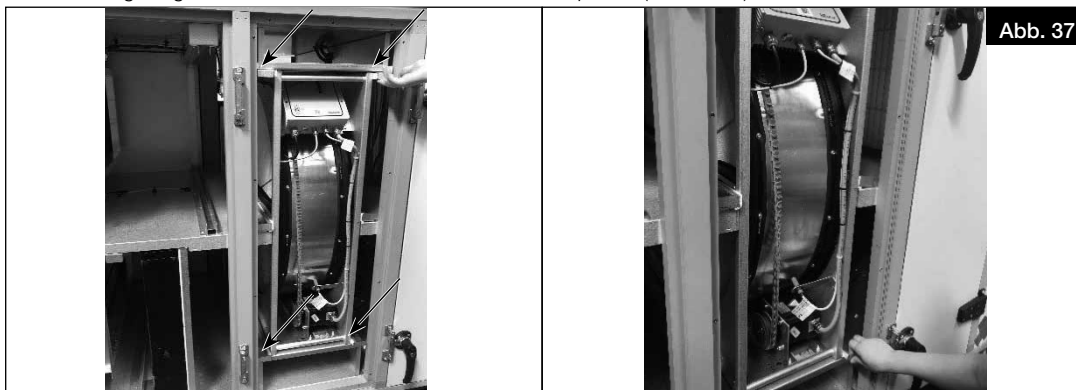

Abb. 37
3. Die Verriegelungen ziehen und den Wärmetauscher zu entsperren (s. Abb. 37).